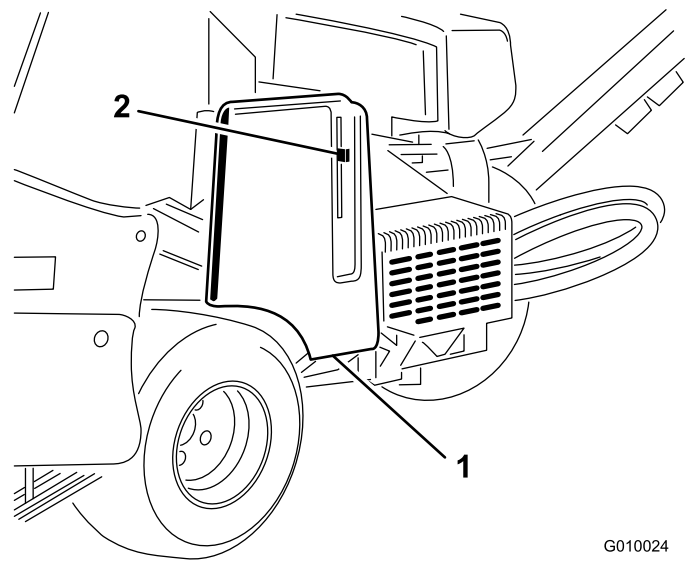
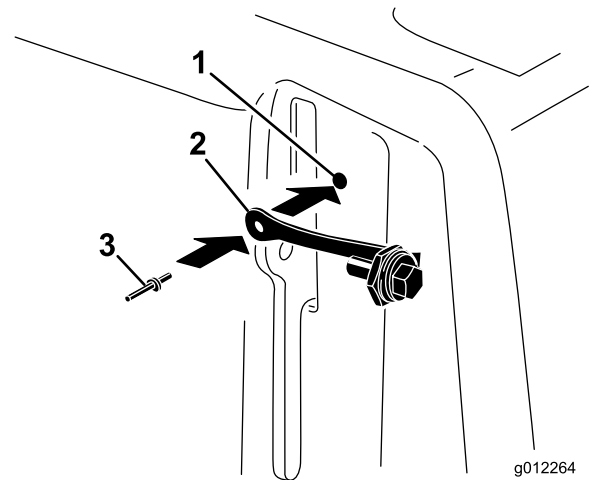

Figura 8
Figura 9
2. Usando el taladro de la cubierta de la correa, instale el conjunto de la trabilla con un remache ciego (Figura 9).
- 1. Localice el taladro de la cubierta de la correa, junto a la palanca de enganche (Figura 8 y Figura 9).